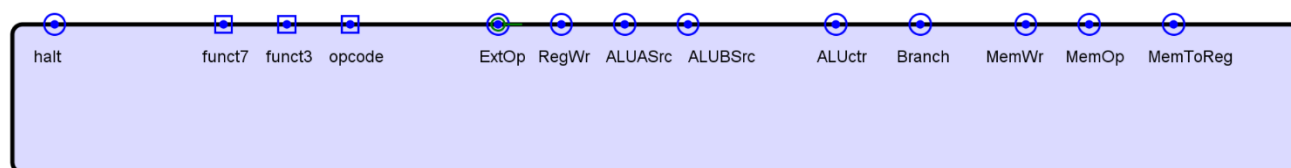

图 6.3 控制器电路封装图
3) 仿真测试并封装子电路。根据表 6.1 中给出的 37 条目标指令的操作码和功能码，逐条输入，验证控制信号的正确性。将该子电路进行封装如图 6.3 所示，保存电路设计文件 lab6.circ。